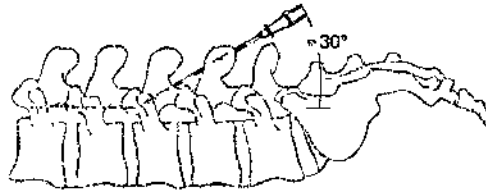

Figura 3. Vista lateral del abordaje paramedial oblicuo superficial.
3. Oriente el bisel de la aguja introductora de 16 T gauges en dirección cefálica o en paralelo a las fibras de la duramadre e inserte la aguja bajo fluoroscopia. Utilice un abordaje paramedial oblicuo para insertar la aguja en el espacio intratecal con un ligero ángulo (aproximadamente igual a 30°) (Figura 3). El punto de entrada de la aguja en la piel (o en la fascia, si la inserción de la aguja se realiza a través de una incisión abierta) debe ser paralelo al pedículo vertebral, aproximadamente entre 1 y 1,5 niveles vertebrales por debajo del espacio interlaminar elegido para la punción de la duramadre y 1 a 2 cm en posición lateral respecto de la línea media en el lado previsto para el bolsillo de la bomba (Figuras 2 y 3).